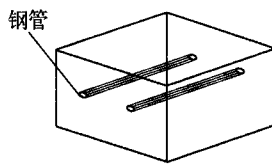

图4 吊装钢管
(2) 在砂型中设置两根 $\phi 25.4\text{mm}$ 的钢管,用于加强砂型,以及在砂箱拆除后砂型的吊装,如图4所示。合箱后在钢管中插入与钢管内径相近的圆钢作卡箱的支点,在铸型翻转时,还可减轻重量。